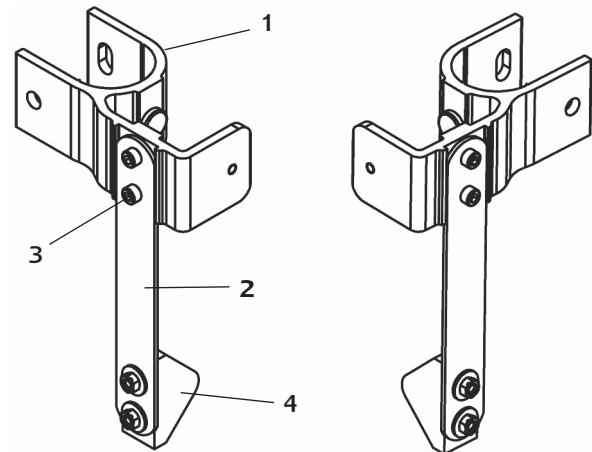

Abb. 1
Zwei der gelieferten Führungen (1) müssen noch mit einem Federelement (2) ausgerüstet werden (Abb. 1).